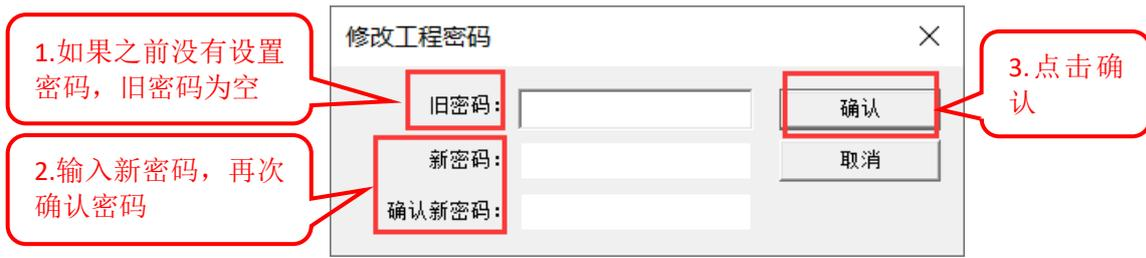

图 13.2-2 修改工程密码窗口
- ② 弹出【修改工程密码】窗口，如图 13.2-2 所示。